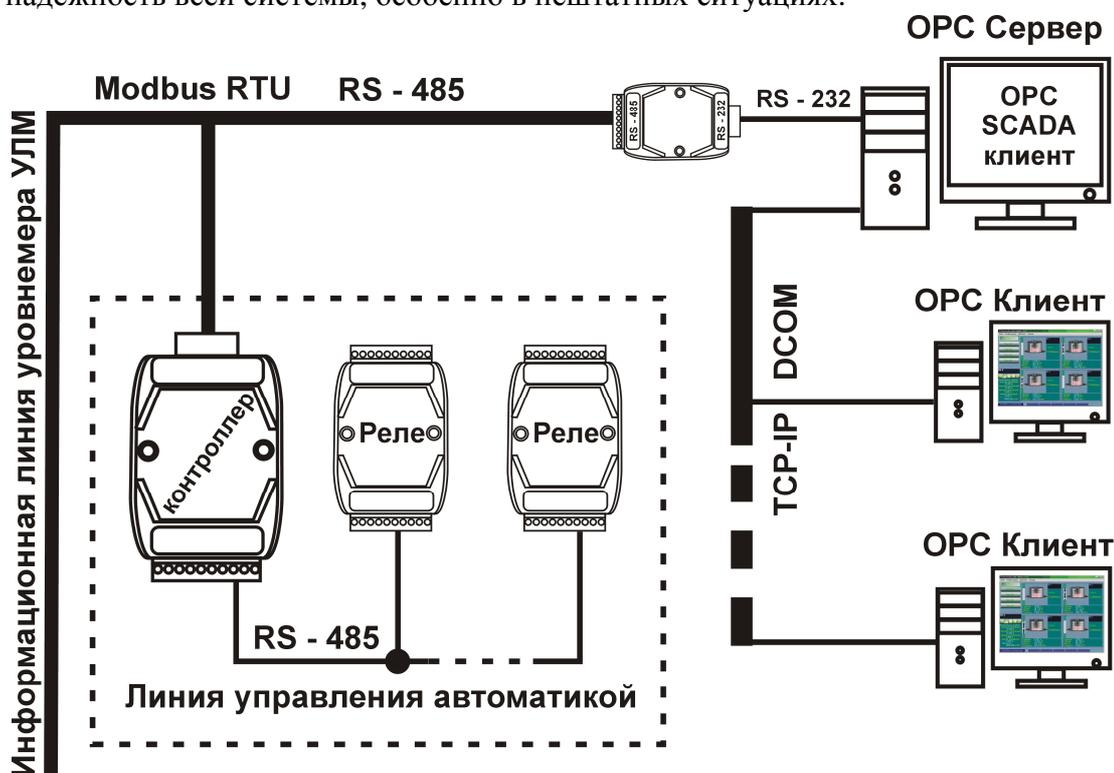

Рис.17.2. Интеграция уровнемера УЛМ в АСУТП с контроллером «Лимако».
17.2. Система на рис.17.2 аналогична описанной выше, но оснащена собственным блоком автоматики под управлением контроллера «Лимако». Программа Limaco OPC Server поддерживает работу с контроллером «Лимако» в такой конфигурации. Каждому резервуару со-